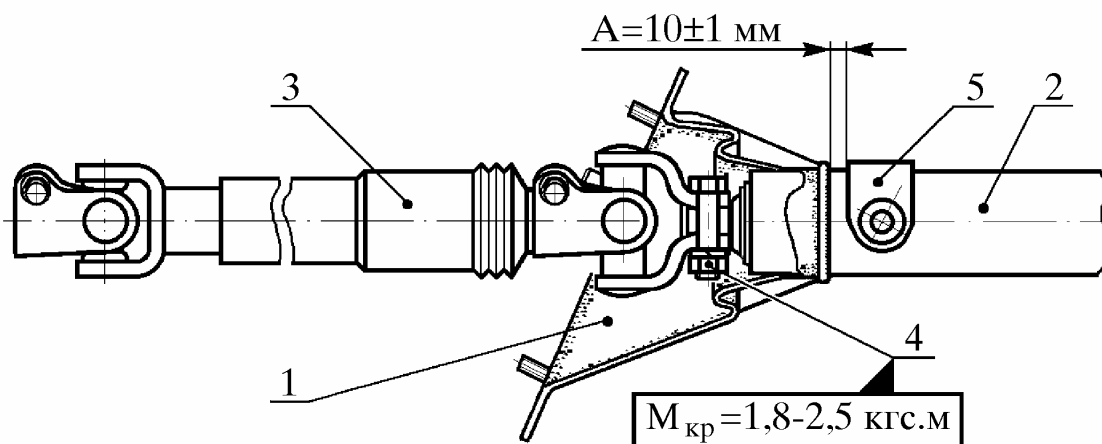

Рис. 15. Установка уплотнителя на колонку рулевого управления и карданного вала на вал колонки:
5.3. Установить уплотнитель 1 (рис. 15) на колонку 2 рулевого управления в последовательности, обратной снятию, по п. 4.15, при этом руководствоваться следующими техническими требованиями: